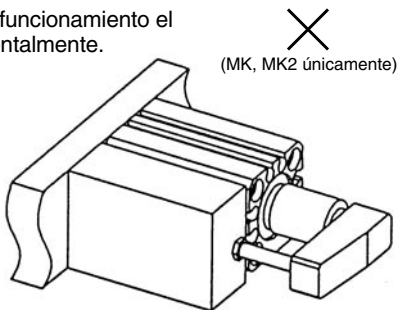

Fig. 3
- 1) Asegúrese de montar el cilindro verticalmente (Fig. 3). (MK, MK2 únicamente)